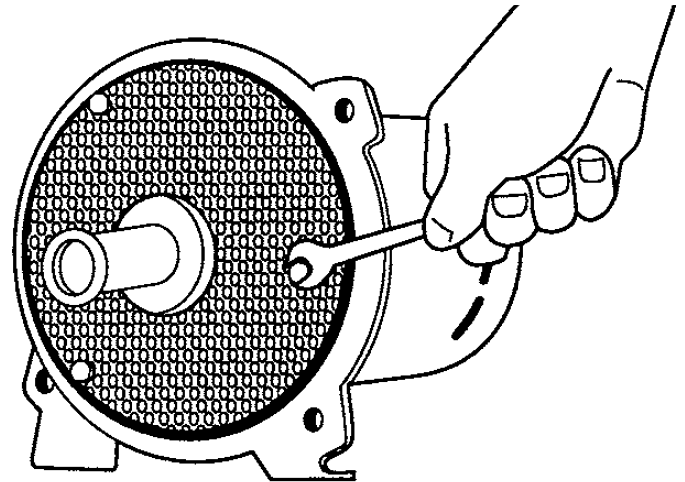

Figure 15 – Dépose du diffuseur
3. Déposer les 3 vis d'assemblage qui retiennent le diffuseur sur la plaque d'étanchéité, puis déposer le diffuseur. Pour remplacer un diffuseur, utiliser trois cales de 0,010 po d'épaisseur équidistantes entre l'œillard de l'impulseur et l'ouverture du diffuseur afin de centrer le diffuseur et empêcher l'impulseur de frotter (figure 15).